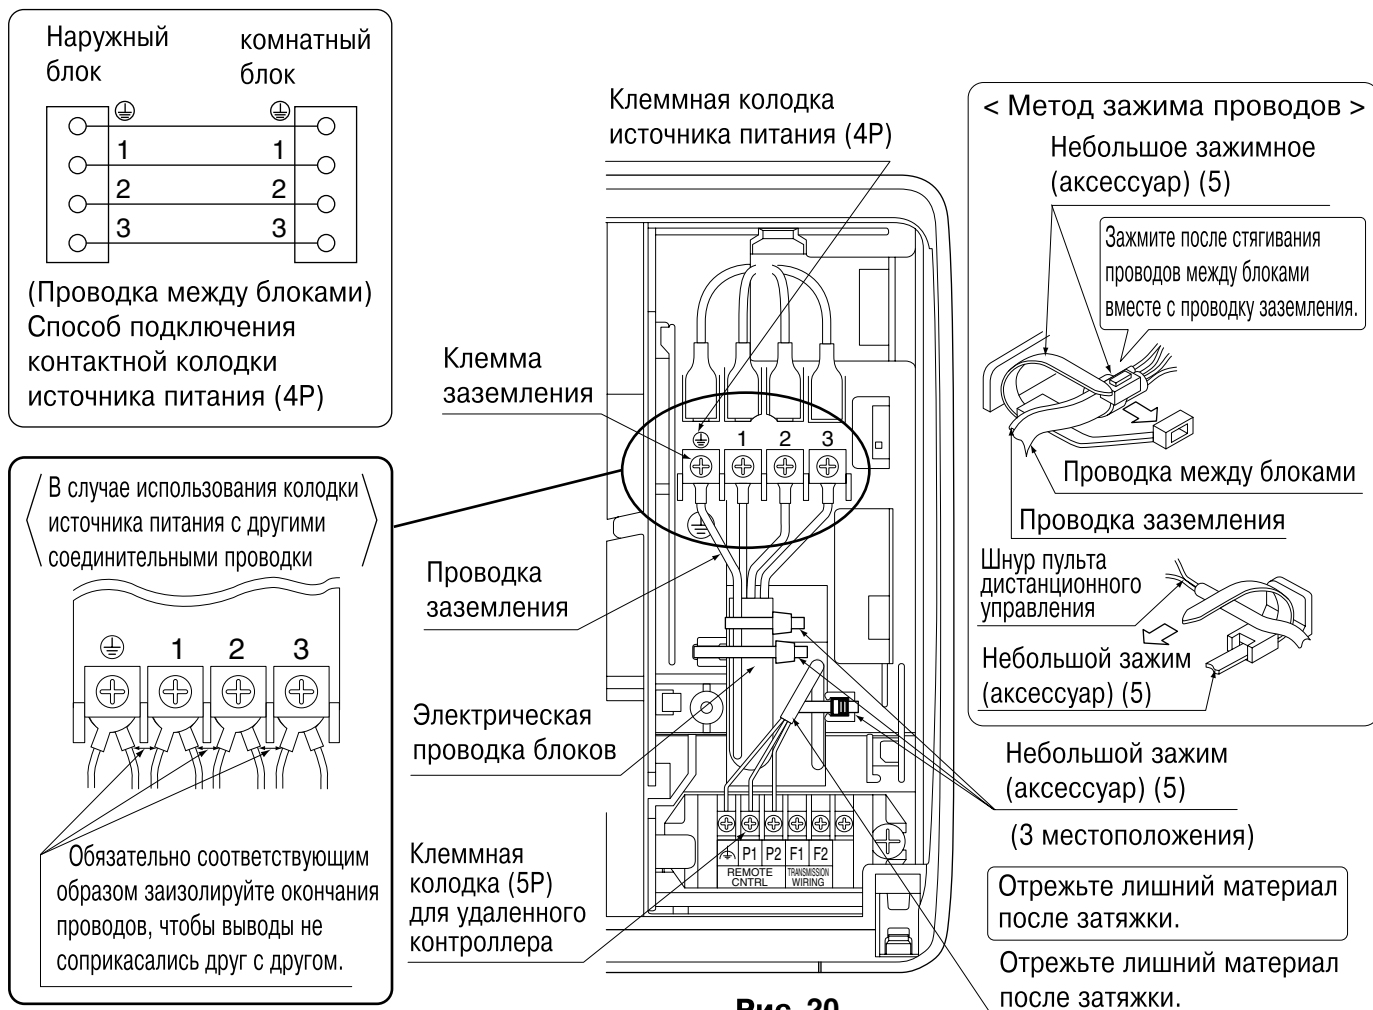

Рис. 20
**(См. рис. 20)**
При данном подключении, стяните проводку удаленного контроллера входящим в комплект поставки зажимным приспособлением (небольшим) (5), а затем плотно сожмите входящее в комплект поставки зажимное приспособление (небольшое) (5) согласно рисунку. **(См. рис. 20)**